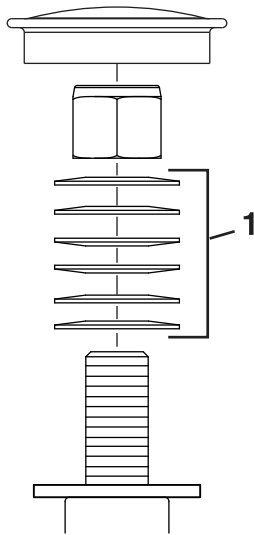

Figure 56
3. Déposez le capuchon protecteur de la roue pivotante et serrez le contre-écrou (Figure 56).
4. Continuez de serrer le contre-écrou jusqu'à ce que les rondelles élastiques soient aplaties, puis desserrez-le d'un quart de tour pour obtenir la précharge correcte des roulements (Figure 56).
Important: Veillez à placer les rondelles élastiques correctement, comme montré à la Figure 56.
5. Reposez le capuchon protecteur (Figure 56).